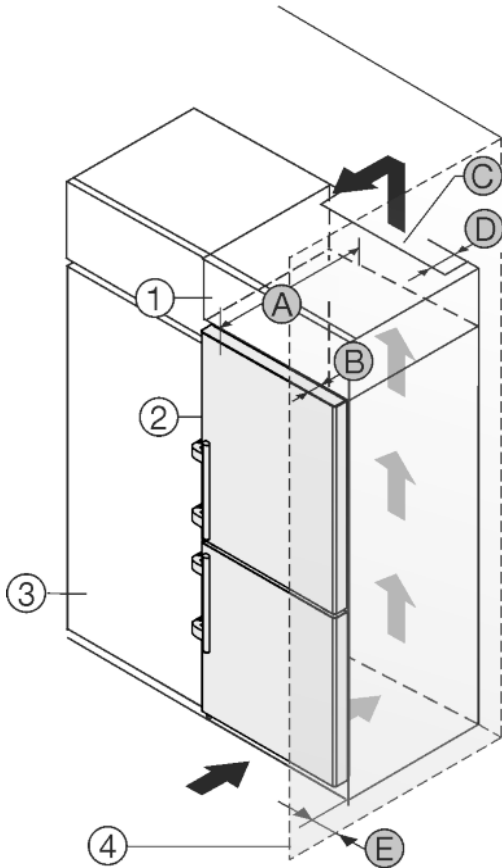

Fig. 50
Das Gerät kann mit Küchenschränken umbaut werden. Um das Gerät Fig. 50 (2) der Küchenzeilenhöhe anzugleichen, kann über dem Gerät ein Aufsatzschrank Fig. 50 (1) angebracht werden.
Das Gerät kann direkt neben dem Küchenschrank Fig. 50 (3) aufgestellt werden. Um die Türe vollständig öffnen zu können, muss das Gerät um die Tiefe Fig. 50 (B) gegenüber der Küchenschrankfront vorstehen. Abhängig von der Tiefe der Küchenschranke und Verwendung von Wandabstandshaltern kann das Gerät weiter herausragen.
- An der Rückseite des Aufsatzschrankes muss ein Abluftschacht mit der Tiefe Fig. 50 (D) über die gesamte Aufsatzschrankbreite vorhanden sein.
- Unter der Raumdecke muss der Entlüftungsquerschnitt Fig. 50 (C) eingehalten werden.
Wenn das Gerät mit den Scharnieren neben einer Wand Fig. 50 (4) aufgestellt wird, muss der Abstand Fig. 50 (E) zwischen Gerät und Wand eingehalten werden. Dies entspricht dem Griffüberstand bei geöffneter Tür.